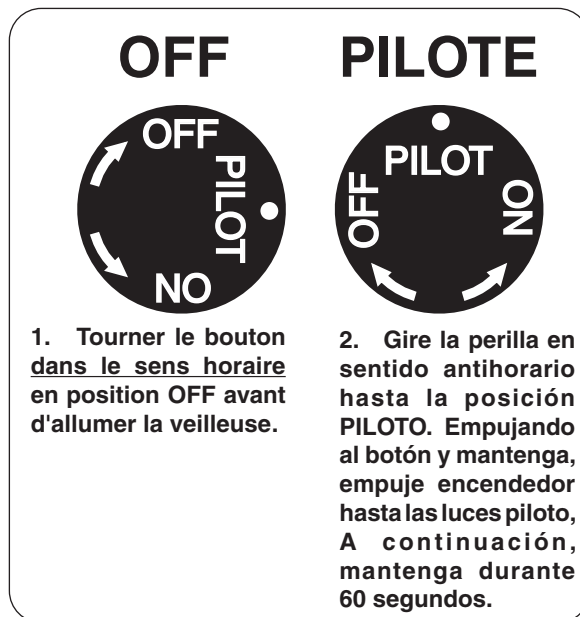

Fig. 38-1 Détail bouton de commande (OFF, PILOTE)
1. Localiser la vanne sur le côté gauche de l'appareil. Appuyer sur le bouton de contrôle du gaz et tourner dans le sens horaire en position **OFF** (Fig. 38-1).
2. Tournez le bouton de réglage dans le sens antihoraire pour **PILOTE** (Fig. 38-1). Appuyez sur le bouton de commande **fermement et pleinement** enfoncée. Empuje el botón del encendedor piezoeléctrico Varias veces hasta las luces piloto. Continuez à tenir le bouton de commande pendant environ 60 secondes après que le pilote est allumé, puis relâchez le bouton. Le pilote reste allumé.